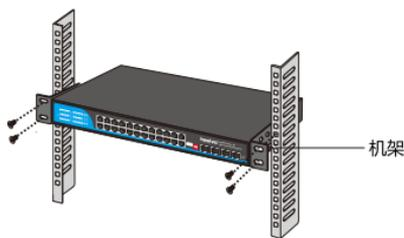

图1.1.2 交换机安装示意图
- 4.用螺钉将L型支架固定在机架两端固定的导槽上，确保交换机稳定、水平的安装在机架上，如图1.1.2所示。